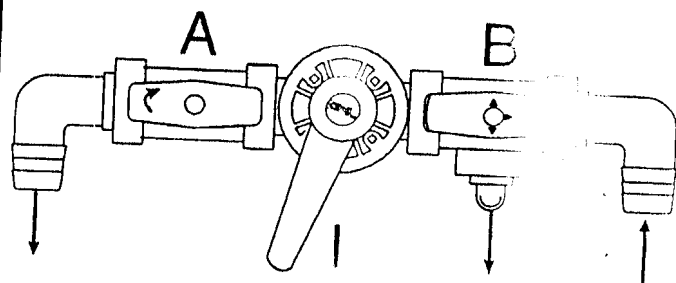

Fig. 5
4. Опорожните установку и промойте ее чистой водой: поверните реверсивный кран в сторону двухходового крана (А), оставьте двухходовой кран открытым и установите трехходовой кран (В) как показано на рис.5